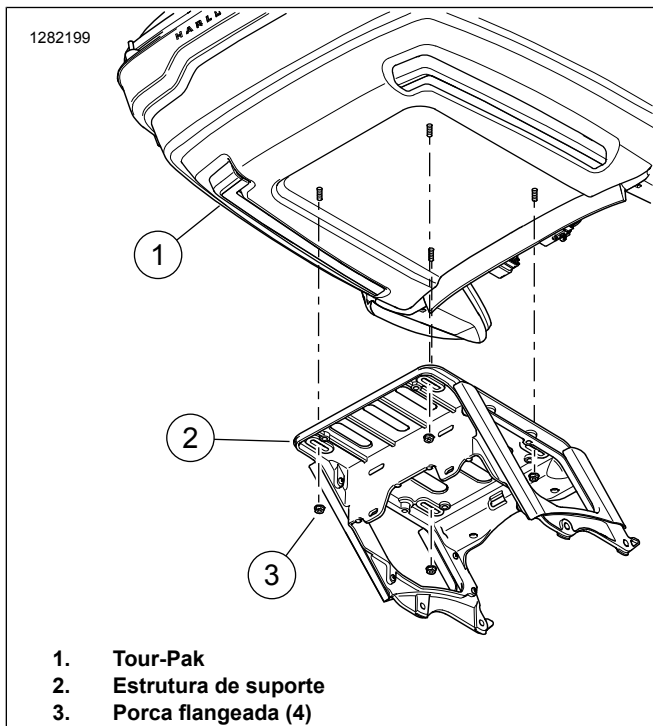

Figura 3. Fixação do Tour-Pak
- b. Veja Figura 3 . Retire as porcas flangeadas (3) que prendem o Tour-Pak ao suporte.